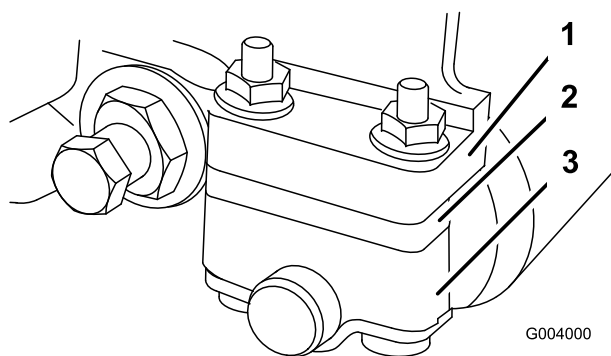

図 50
1. 使用する刈高範囲に合わせて後ローラ・ブラケットの取り付け位置を上位置または下位置に変更する（図 49and 図 50）。
- ・ 刈高範囲が 3～25.4 mm の場合は、スペーサを、取り付けフランジの下にセットする（図 50）。